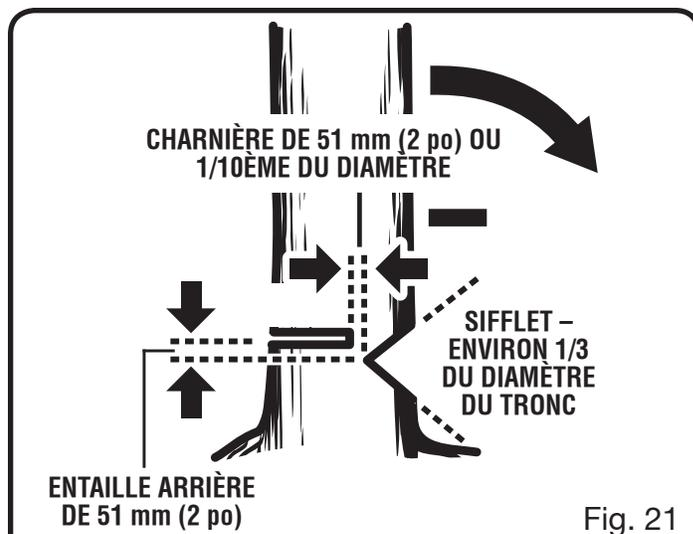

Fig. 21
- **Entaille de dessous.** Pratiquer une entaille d'environ le tiers du diamètre du tronc comme illustré la figure 21. Veiller à ce que les entailles du sifflet se rejoignent à angle droit par rapport à la ligne de chute. Le sifflet doit être taillé de façon à présenter une ligne droite. Pour empêcher le pincement de la scie sous le poids du bois, toujours effectuer l'entaille inférieure en premier. Voir la figure 21.
- **Entaille d'abattage.** L'entaille d'abattage doit toujours être de niveau et horizontale et effectuée à au moins 51 mm (2 po) au-dessus de l'entaille horizontale du sifflet. Voir les figures 21 et 22.
l'entaille d'abattage et le sifflet. Ceci s'appelle une « charnière ». Cette charnière contrôle la chute de l'arbre et empêche le tronc de glisse, de pivoter ou de basculer sur la souche. Voir les figures 21 et 22.